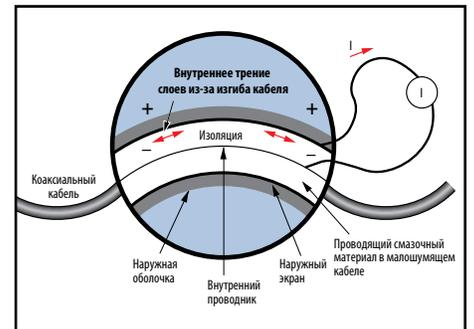

Рис. 4
**Трибоэлектрический эффект** возникает из-за несбалансированности зарядов, связанной с трением между проводником и изолятором (рис. 4). Малошумящие кабели компании Keithley значительно снижают этот эффект за счет использования внутреннего изолятора из полиэтилена, покрытого слоем графита, соприкасающегося с наружным экраном. Этот графитовый слой служит смазкой и образует проводящий эквипотенциальный цилиндр, выравнивающий заряды и сводящий к минимуму образование зарядов.